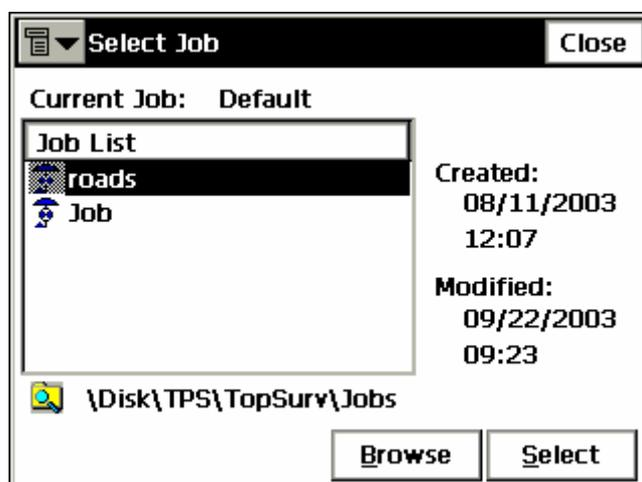

Рисунок 5-1. Выбор проекта
2. В окне **Select Job** (*Выбор проекта*) выделите имя рабочего файла в списке проектов или, нажав кнопку **Browse** (Обзор), выберите файл с диска. Нажмите **Select** (Выбор) (рис. 5-1).